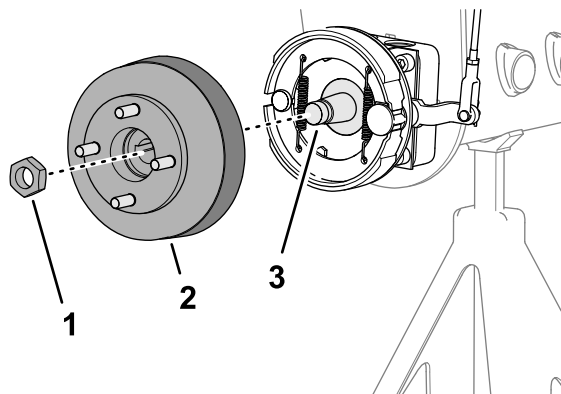
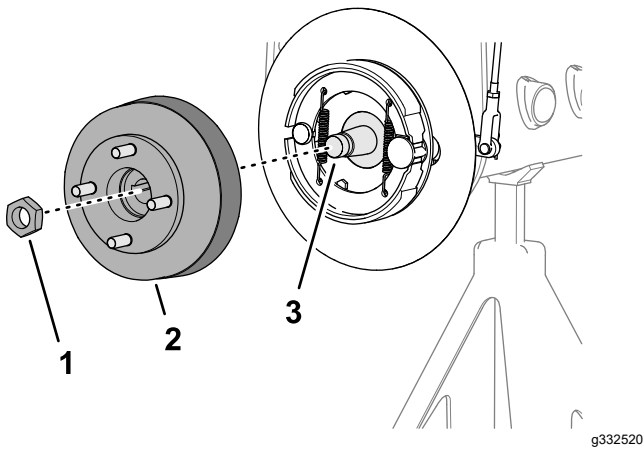

图 61
图 62
1. 卸下将轮毂固定到车轮马达轴上的锁紧螺母图 61 或图 62。
4. 使用指定的轮毂拉拔器从车轮马达轴上卸下轮毂和制动鼓图 61 或图 62。